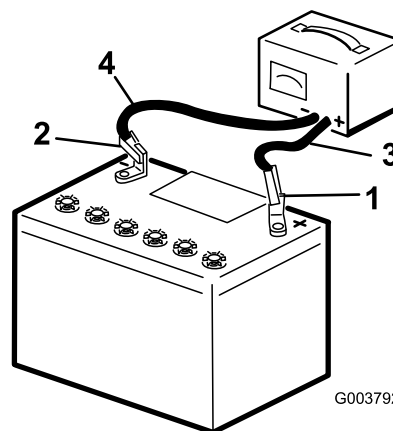

図 52
2. 3-4 A で 4-8 時間、バッテリーを充電する 図 52。充電しすぎないように注意すること。
3. 充電が終わったら、チャージャのプラグをコンセントから抜いてから、チャージャのリード線をバッテリー端子から外す 図 52。